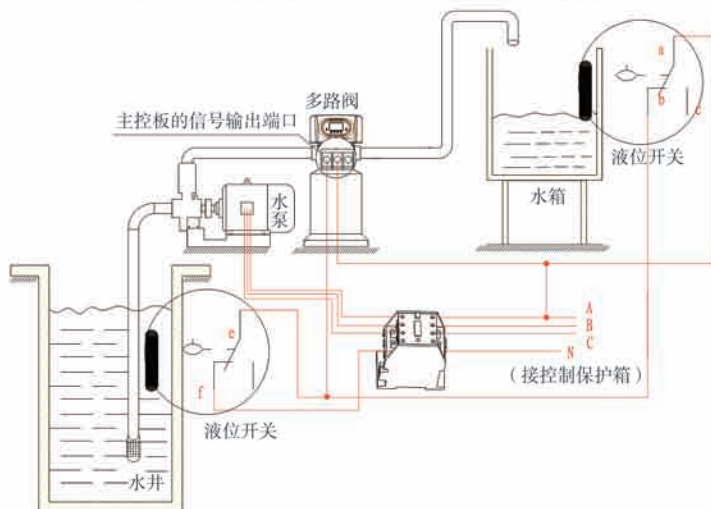

图3-6通过水箱液位控制380V进水泵的接线图
3). 通过水箱液位开关控制进水泵（三相电机，图3-6）（设为b-01）